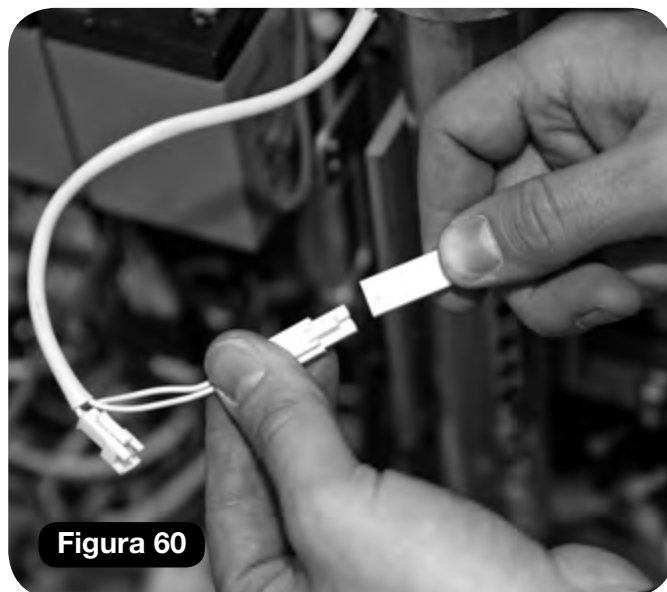

Figura 60
- d Collegare il sedile al connettore del circuito dell'interruttore di rotazione (bianco) **(Figura 60).**